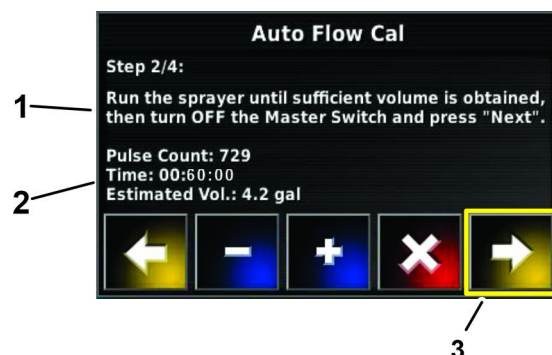

Figura 171
5. Nel quadro di comando, al passaggio 2 di 4 della procedura guidata di taratura automatica del flusso, quando il contatore del tempo raggiunge 60 secondi (Figura 171) impostate l'interruttore principale delle sezioni della macchina sulla posizione di SPEGNIMENTO.
7. Nella fase 2 di 4 della procedura guidata di taratura automatica del flusso, premete l'icona Avanti (Figura 171).